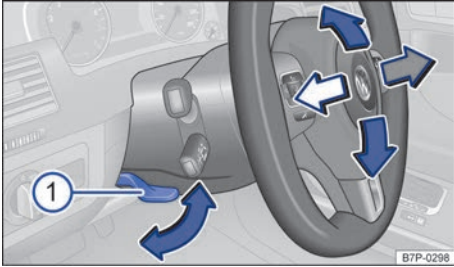

Fig. 97 Debajo del volante, en el guarnecido de la columna de dirección: palanca para el ajuste manual de la posición del volante.
- Tire hacia abajo de la palanca → fig. 97 ①.
- Después del ajuste, presione siempre la palanca → fig. 97 ① firmemente hacia arriba para que no se modifique la posición del volante accidentalmente durante la marcha.